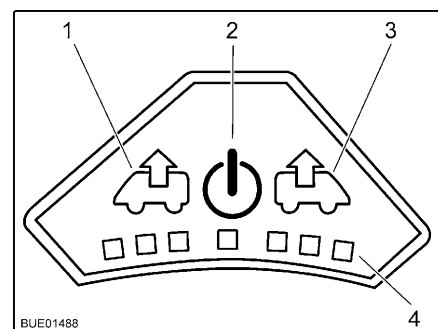

Bild 115 Fläktreglage
- Slå på:** ■ Tryck på på/av-knappen (Bild 115,2). Fläkten går i komfortläge (vädring med lägsta fläktvarvtal).
- Vädra:** ■ För att höja fläktvarvtalet: Tryck på vädringsknappen (Bild 115,1). Fläktvarvtalet i vädringsriktningen ökar en nivå. Lampor (Bild 115,4) visar de olika nivåerna.
■ För att minska fläktvarvtalet: Tryck på ventilationsknappen (Bild 115,3). Fläktvarvtalet minskar en nivå.
- Ventilera:** ■ För att höja fläktvarvtalet: Tryck på ventilationsknappen (Bild 115,3). Fläktvarvtalet i ventilationsriktningen ökar en nivå. Lampor (Bild 115,4) visar de olika nivåerna.
■ För att minska fläktvarvtalet: Tryck på vädringsknappen (Bild 115,1). Fläktvarvtalet minskar en nivå.
- Slå från:** ■ Tryck på på/av-knappen (Bild 115,2). Fläkten stannar och lamporna släcks.